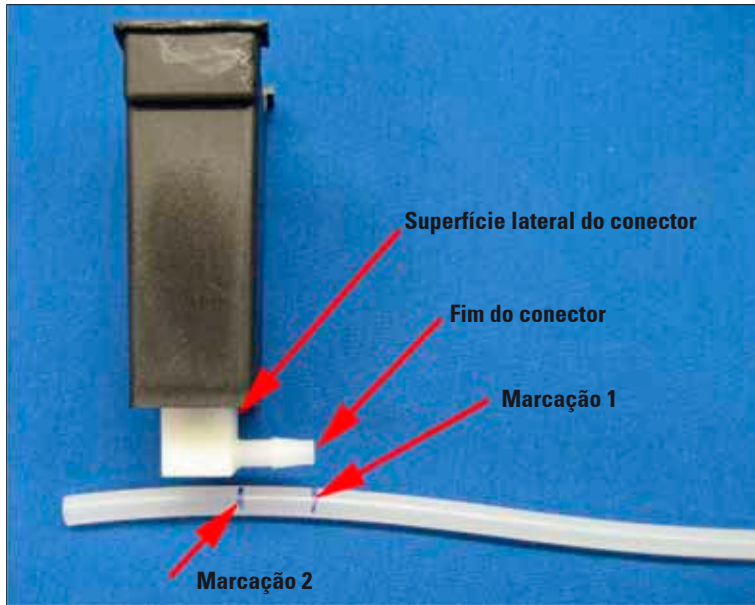

Fig. 25
- Alinhe a marcação 1 à extremidade do conector e faça uma segunda marcação ("Marcação 2") para indicar a superfície lateral do conector (Fig. 25).